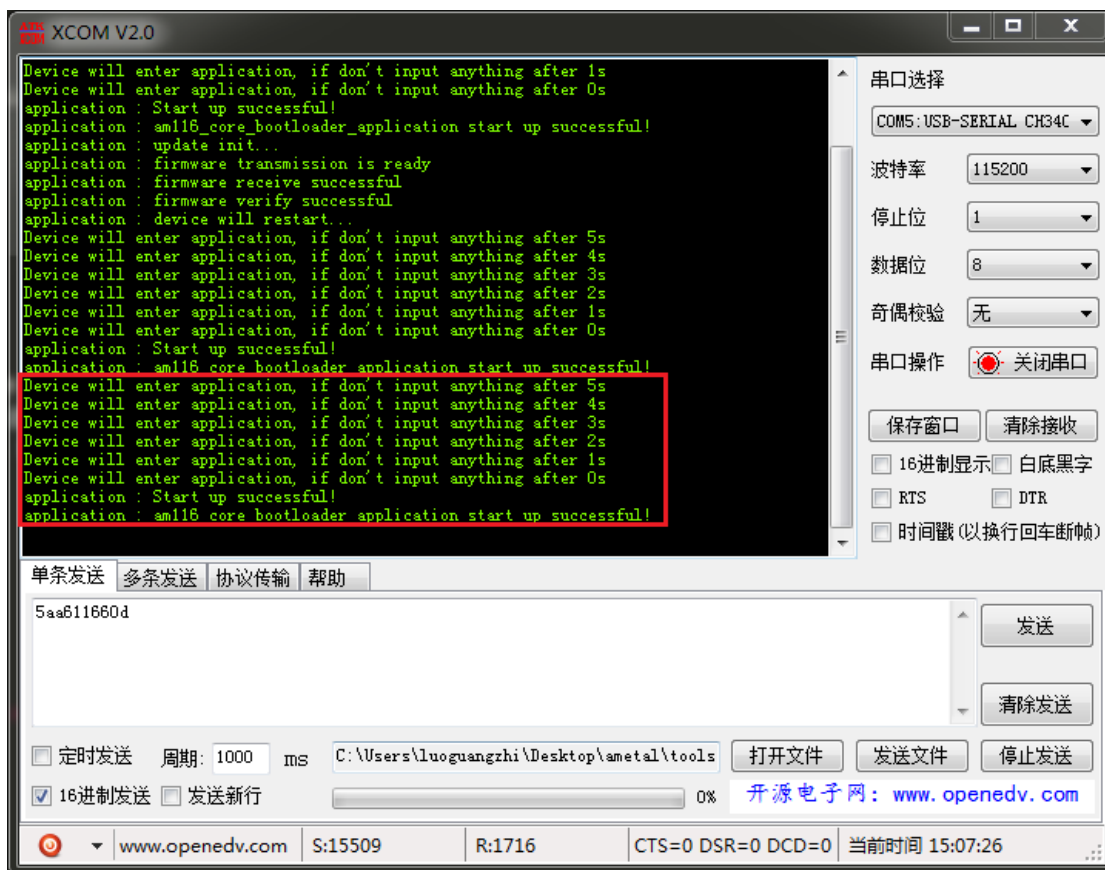

图 27: 复位再运行
5、复位再运行。观察串口助手和开发板可以看见启动延时后，直接跳转至应用代码开始执行，如图 27 所示